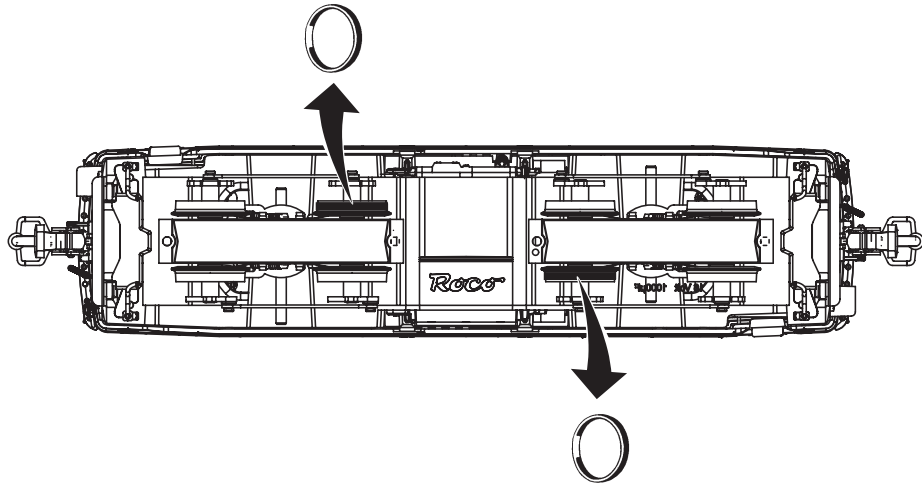

Fig. 7
1. Schmierung: Versehen Sie die im Schmierplan in Fig. 7 gekennzeichneten Stellen mit nur **kleinen Öltropfen**. Dazu zuerst das Lokgehäuse abnehmen (Fig. 3). Wir empfehlen den **ROCO Öler Art.-Nr. 10906**. Fürs Schmieren der Getriebeteile (Zahnräder, Schnecke) empfehlen wir das **ROCO-Spezialfett Art.-Nr. 10905**. Im Falle der Schmierung diese Teile **nicht ölen**.
1. Lubrication: Apply **tiny oil drops** to spots marked in fig. 7. Prior to lubrication dismantle locomotive (fig. 3). We recommend using item no. **10906, Roco oiler**. For lubrication the gearparts (e.g. cogwheels, worm) we should recommend our Roco **special grease** (item no. **10905**).
1. Graissage: N'appliquez **qu'une toute petite goutte** aux endroits indiqués par le plan de graissage (fig. 7) après avoir démonté la caisse de la locomotive (fig. 3). Nous vous recommandons le **graisseur à huile Roco réf. 10906**. Pour graisser les engrenages (roues dentées, vis sans fin) nous vous conseillons la **graisse spéciale Roco réf. 10905** pour engrenages en matières synthétiques. Lorsque vous utilisez cette graisse il faut éviter d'huiler ces composants.